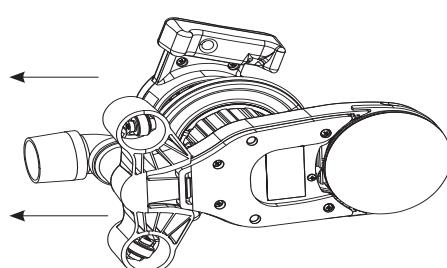

Abbildung 6
3. Der Kantenrollenaufsatzz sollte nur zur Kantenbearbeitung verwendet werden. Für das Schleifen von Treppen - entfernen Sie den Kantenrollenaufsatzz mit einem schnellen Schlag nach hinten auf den Rollenaufsatzz (Abbildung 6).